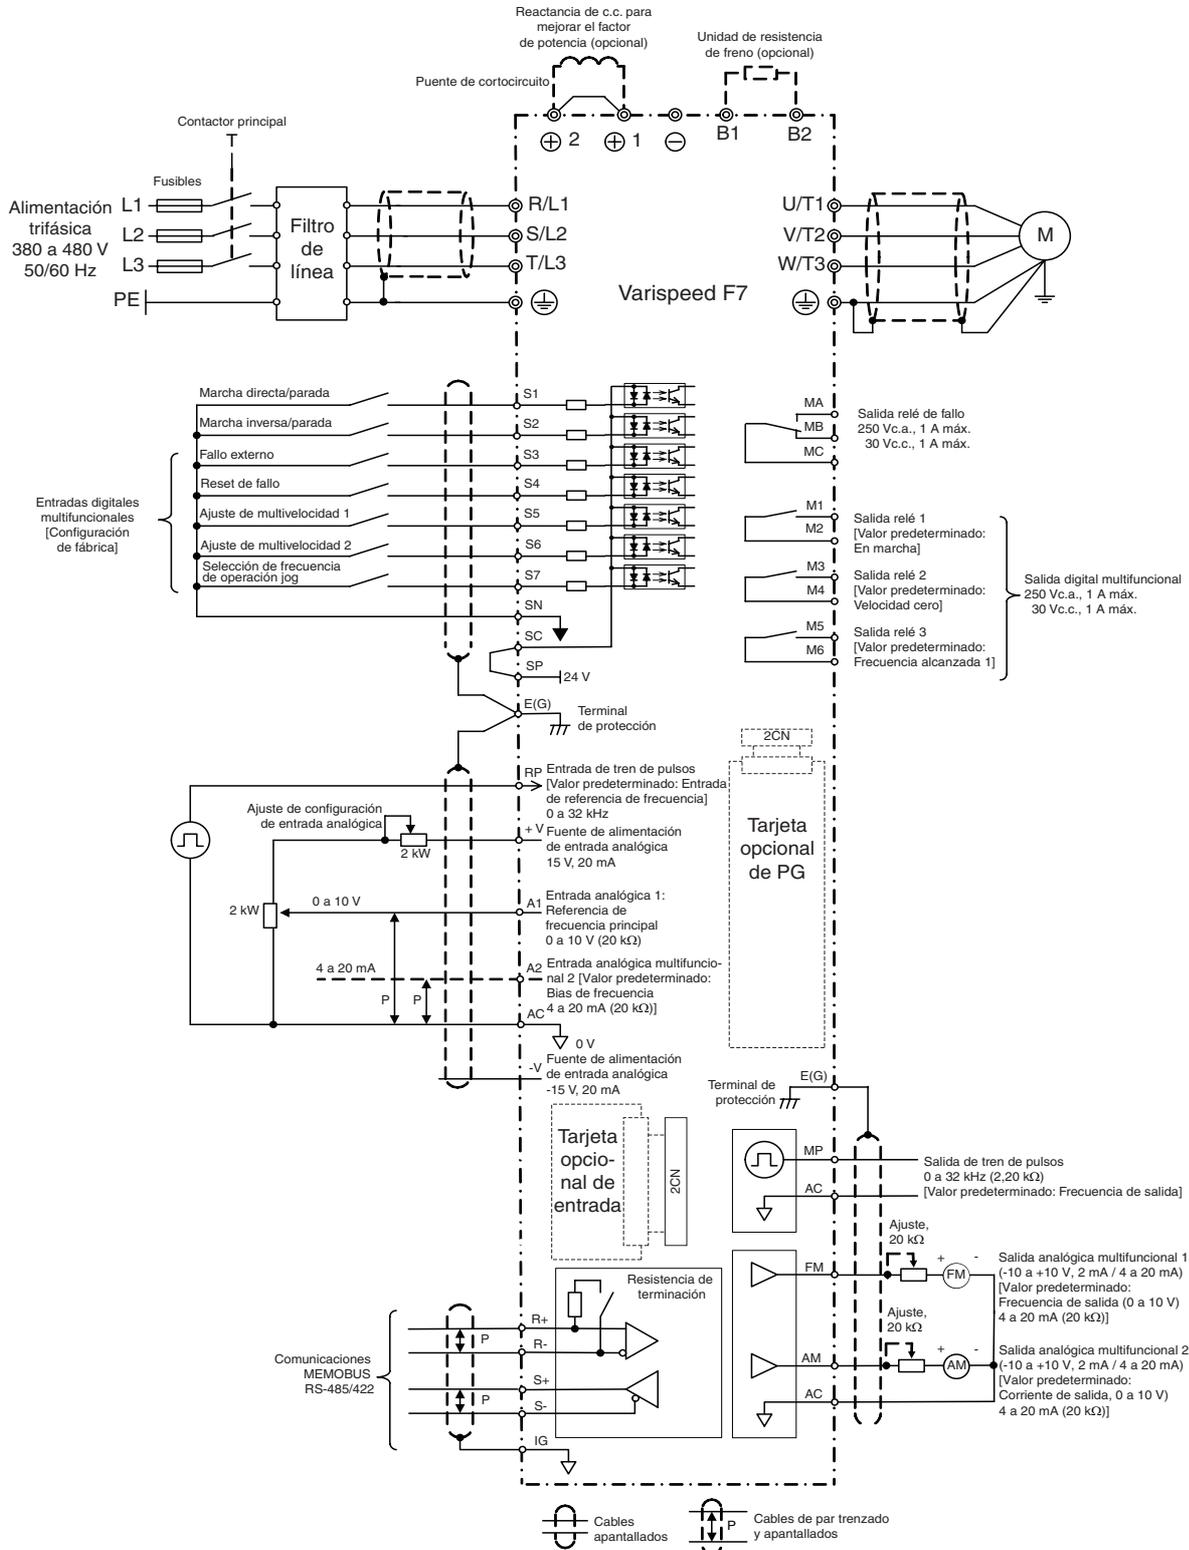

Fig. 4 Diagrama de cableado
1. En Fig. 4 se muestra el cableado de las entradas digitales S1 a S7 para la conexión de contactos o de transistores NPN (modo 0 V común y NPN). Esta es la configuración predeterminada. Para conectar transistores PNP o para utilizar una fuente de alimentación externa de 24 V consulte la Tabla 3.